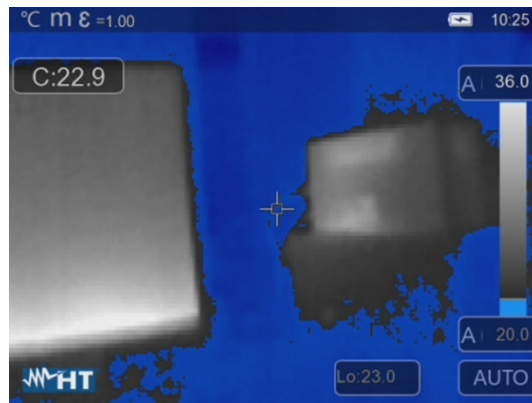

Abb. 41: Auswahl Isothermen-Linie Alarm niedrige Temp.
7. Berühren Sie das Feld “Lo” im unteren Teil des Displays und stellen Sie mit den Pfeiltasten < oder > den Wert der **minimalen** Temperaturschwelle ein, unter der das Gerät die Bildpunkte in Blau und die verbleibenden Punkte in Grau anzeigt (siehe Abb. 41).